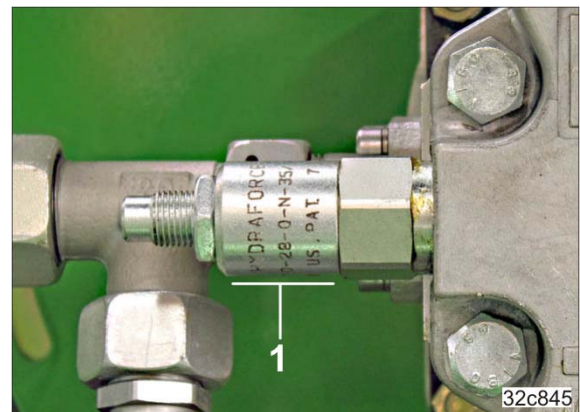

Fig. 169
- 2.1 Druckbegrenzungsventil mit runder Außenkontur (Fig. 169/1)